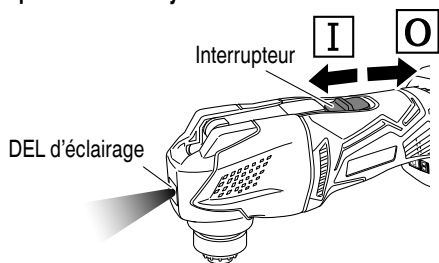

Fig. 7
6. En faisant coulisser le bouton vers **I**, l'outil s'allumera, activant simultanément le témoin lumineux qui illuminera l'outil d'application. (Fig. 7)